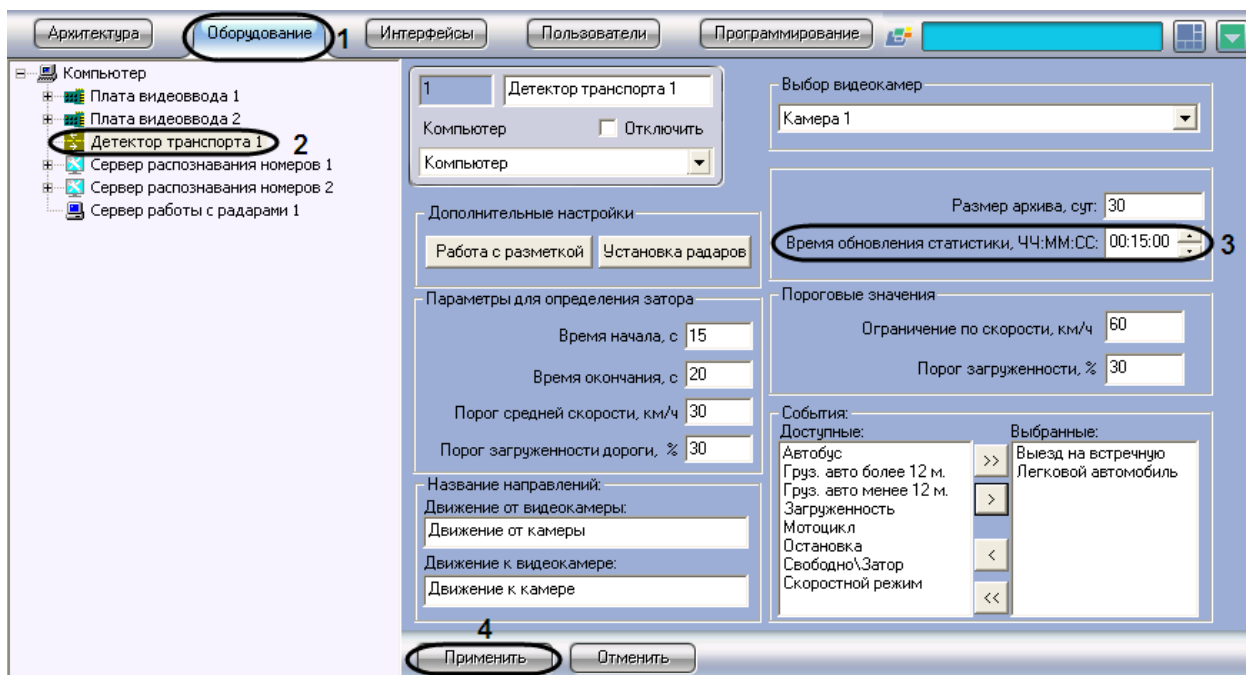

Рис. 7.4—3. Задание временного диапазона обновления статистики
2. В дереве объектов на вкладке «Оборудование» выбрать объект «Детектор транспорта», соответствующий настраиваемому программному модулю «Детектор транспорта» (см. Рис. 7.4—3, 2). В правой части вкладки «Оборудование» отобразится панель настройки выбранного объекта.
3. В поле «Время обновления статистики, ЧЧ:ММ:СС» указать период времени, данные транспортного потока за который используются для расчета статистики, в формате «ЧЧ:ММ:СС» (см. Рис. 7.4—3, 3).
4. Нажать кнопку «Применить» (см. Рис. 7.4—3, 4).